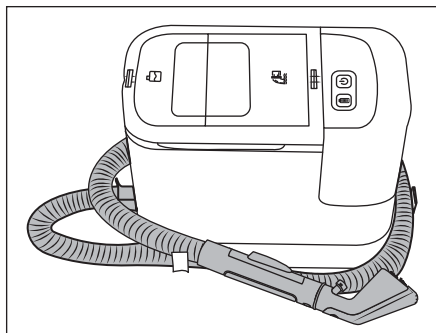

Fig. 10
- i Bemærk:** (1) Tøm brugsvandsbeholderen 2 med  hvis produktet ikke skal bruges i længere tid. (2) Opbevar kun produktet i ren tilstand. Læs og overhold beskrivelsen i kapitlet **Rengøring og vedligeholdelse**.
- ♦ Tag slangeholderen **15** ud af produktet. Læg sprøjte-/sugeslangen **19** om produktet, og brug slangeholderne **15/16** hertil (se fig. 10).